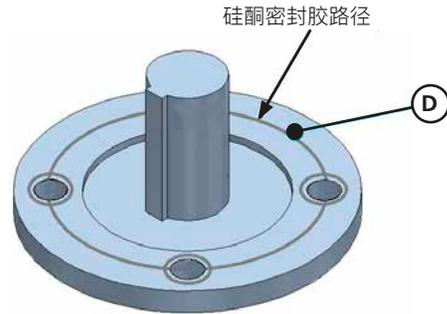

图5 - 阀门安装法兰的密封
- 3) 推荐使用硅酮密封胶将法兰密封。在法兰的安装面周围涂抹一圈硅酮密封胶，到阀杆的密封胶圈半径应与螺栓孔半径相同。在每个螺栓孔周围涂上小圈密封胶，以完全密封表面。图5中标记为“D”的路径显示了阀门安装法兰上的密封胶涂覆位置。合格的密封胶见第16页表4。
如果需通过执行机构操作齿轮箱，则必须在装配前通过涂抹硅酮密封胶圈（其半径需与螺栓孔半径相同）来密封齿轮箱输入法兰和执行机构输出端之间的配合面，并应在每个螺栓孔周围涂上小圈密封胶，以完全密封表面（见图5）。